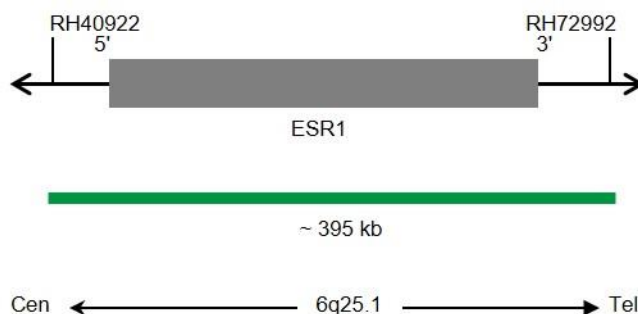

Fig. 1: SPEC ESR1 Mapa de la sonda (no está a escala)
- Polinucleótidos marcados en verde (excitación a 503 nm/emisión a 528 nm) ZyGreen (~10 ng/μl), dirigidos a secuencias localizadas en 6q25.1\* (chr6:152,083,365-152,478,947) que albergan la región del gen ESR1 (ver Fig. 1).